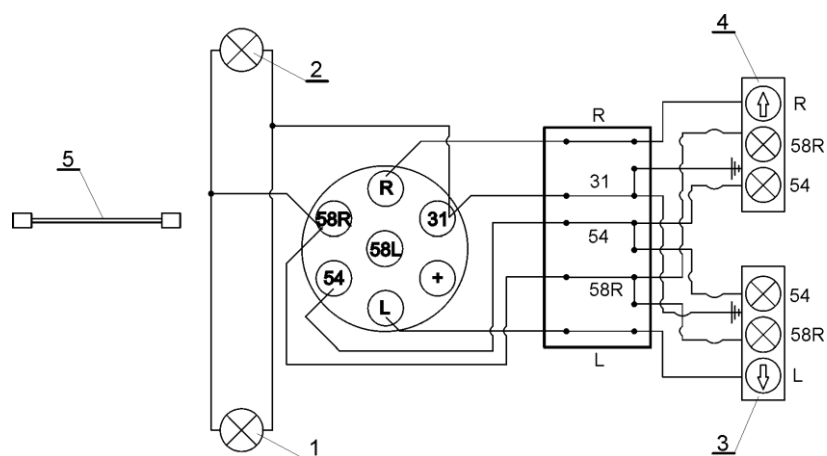

Рис.4 Схема осветительной системы
Электрооборудование в разбрасывателе постоянного типа. Оснащен разбрасыватель в два габаритных передних фонаря и два задних фонаря. Для подключения электрооборудования разбрасывателя с оборудованием трактора служит соединительный провод (5). Схема подключения согласно рис.4.